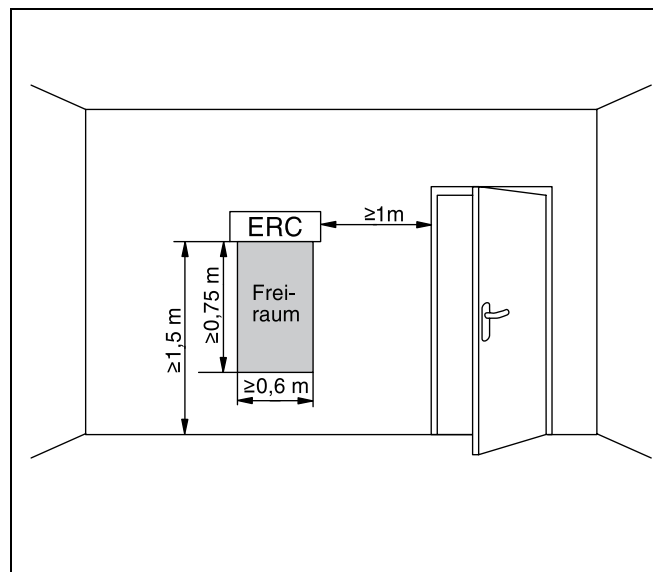

Abb. 4 Anordnung des Wandhalters für das Regelgerät ERC im Referenzraum
- Die Befestigungsstelle des Regelgerätes ERC im Referenzraum muss entsprechend den Maßen in Abb. 4 gewählt werden.